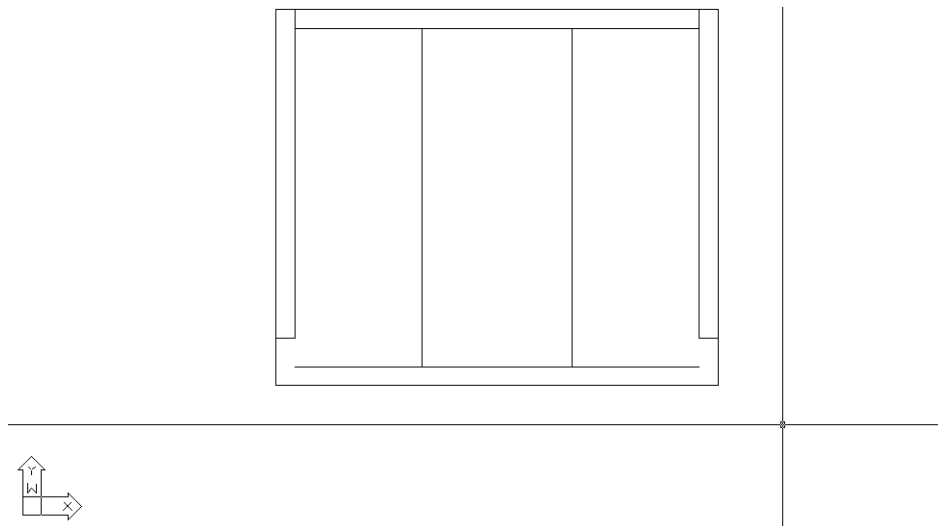

Рис. 2.19 ▼ Внутренние вертикальные линии боковых стенок продлены до пересечения с ограничивающим ребром
3. Выберите две вертикальные линии, обозначающие внутренние контуры боковых стенок тумбы. Имейте в виду, что если вы будете щелкать в нижней части линий, AutoCAD проигнорирует выбор. Поэтому щелкайте в верхней части линий, неподалеку от ограничивающего ребра. Сразу же после щелчка линии будут удлиняться до пересечения с ограничивающим ребром. Нажмите **Enter** для завершения команды **Удлинить** (EXTEND) (рис. 2.19).